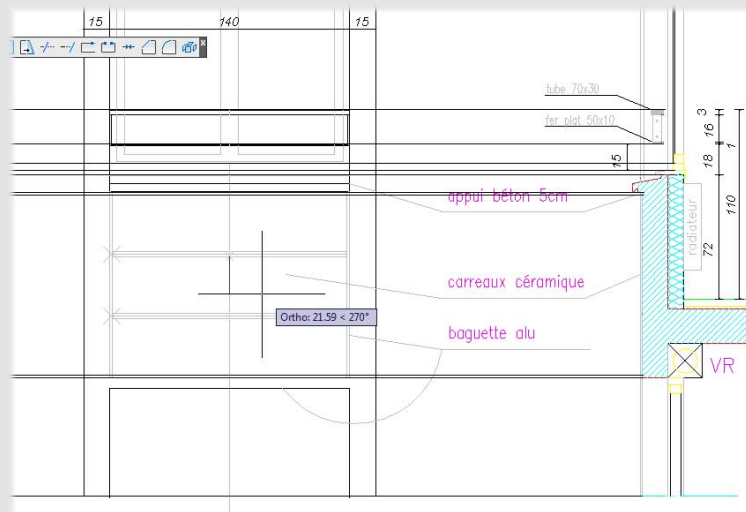

Figure 33
11. Selon le même processus que précédemment, une fois que l'on a appliqué la commande Diviser (ici par 2), on active l'outil Droite en mode ortho afin de diviser la plaque de carreaux dans le sens de la longueur en deux (voir Figure 33).